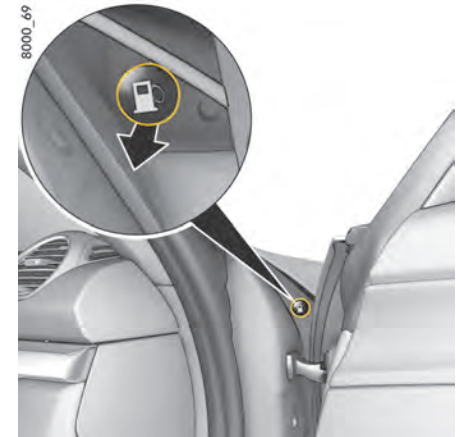

Fig. 189 : Actionnement de secours de la trappe de réservoir
2. Tirez le bouton dans la feuillure de la porte droite (fig. 189).